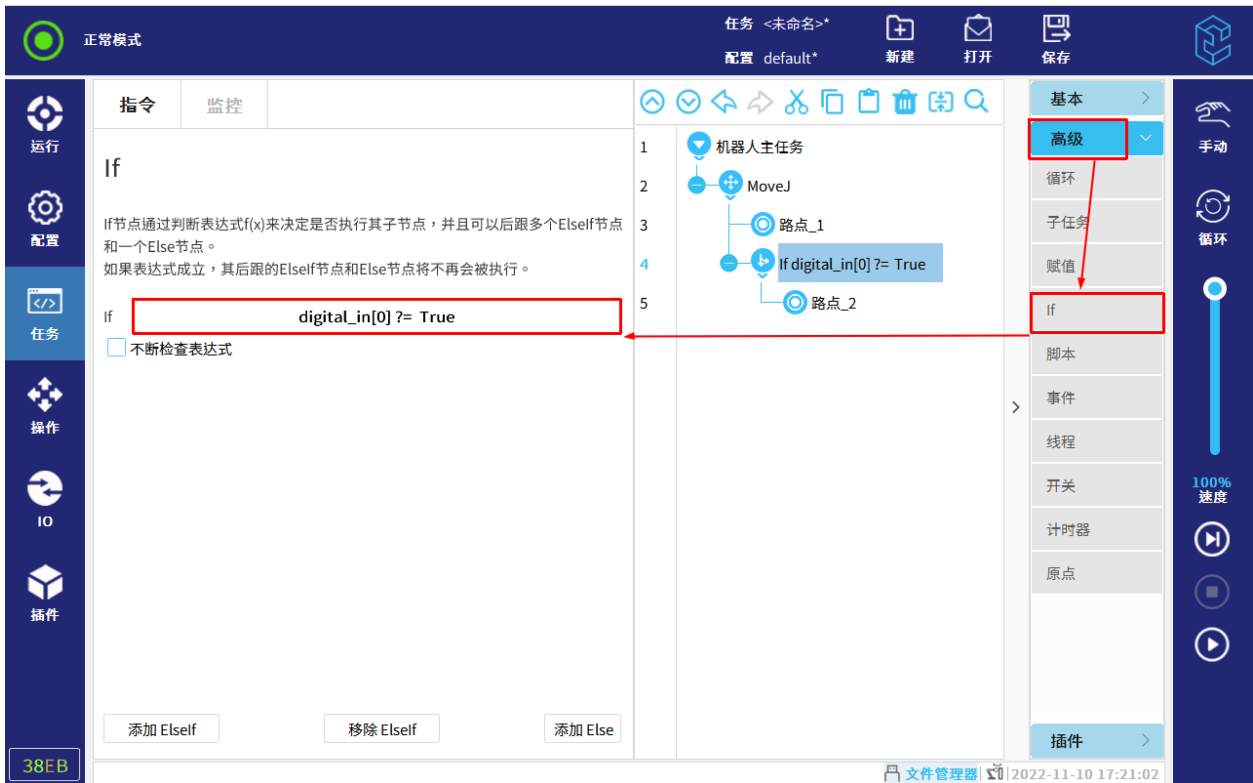

图 12-22 If
2. 点击任务树中的“If”，修改表达式，如图 12-22 所示。